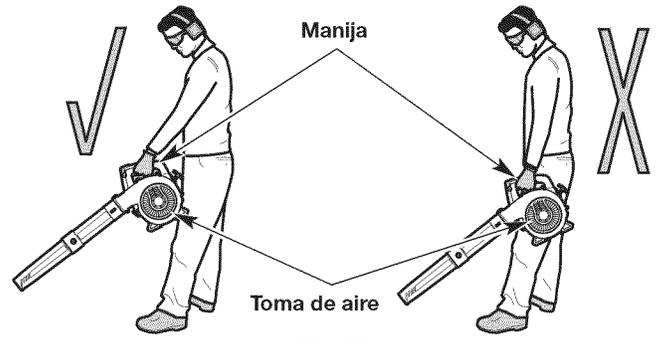

Fig. 10
- Párese en la posición de arranque (Fig. 10). Párese derecho. No se incline sobre el aparato.
- Sostenga la unidad delante y separada del cuerpo (Fig. 10).
WARNING: A fin de evitar que se produzcan lesiones graves o daños a la unidad, **NO** sostenga la unidad en su costado (Fig. 10). El motor puede estar muy caliente. **NUNCA** bloquee la toma de aire.